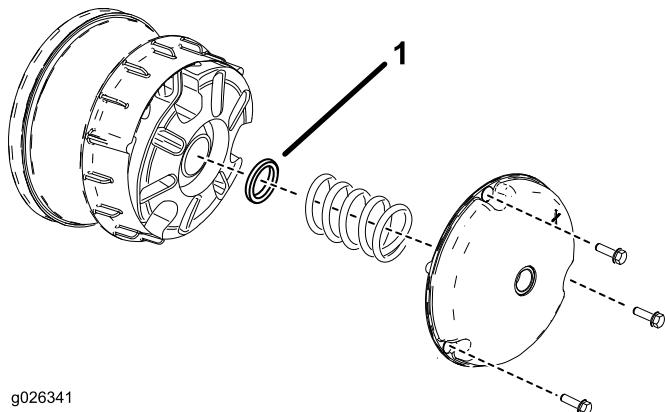
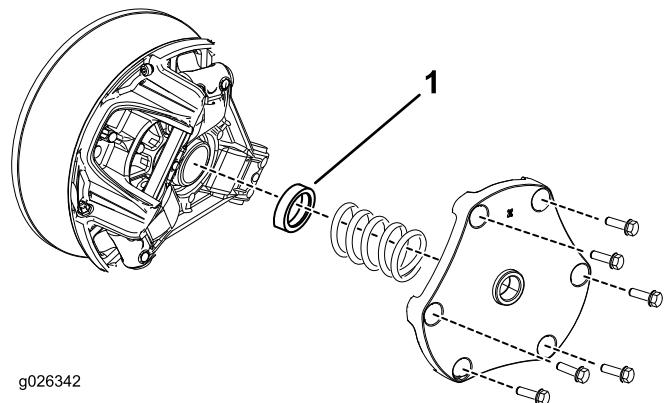

図 12
図 13
1. 一次クラッチカバーを固定しているボルトを外す図 12 と 図 13。
2. スプリングを外し、スペーサを取りって廃棄する 図 12 と 図 13を参照。